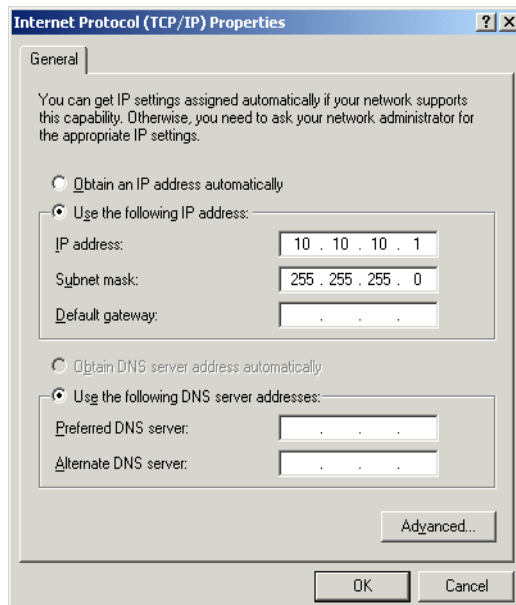

Figura 40 Finestra Internet Protocol (TCP/IP) Properties
- 6 Nella finestra di dialogo 'Internet Protocol (TCP/IP) Properties' (vedere la Figura 40) selezionare l'opzione 'Use the following IP address' e impostare 'IP Address' e 'Subnet Mask' del proprio computer.